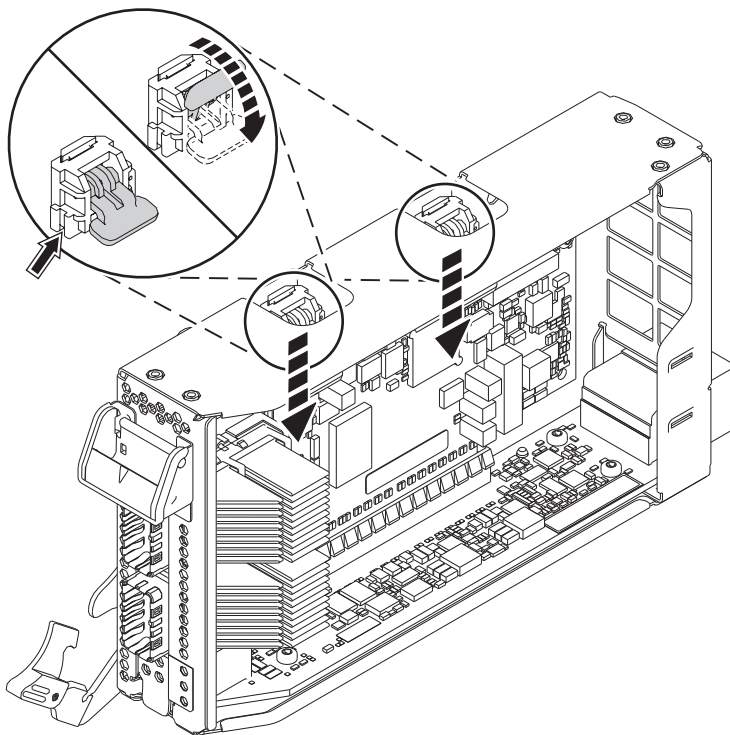

Figura 7. Bloqueo de las ruedas de la casete
- d. Gire las ruedas de la casete que se hallan en el borde superior de la casete para que el adaptador quede bloqueado en su posición. Vea la Figura 7.